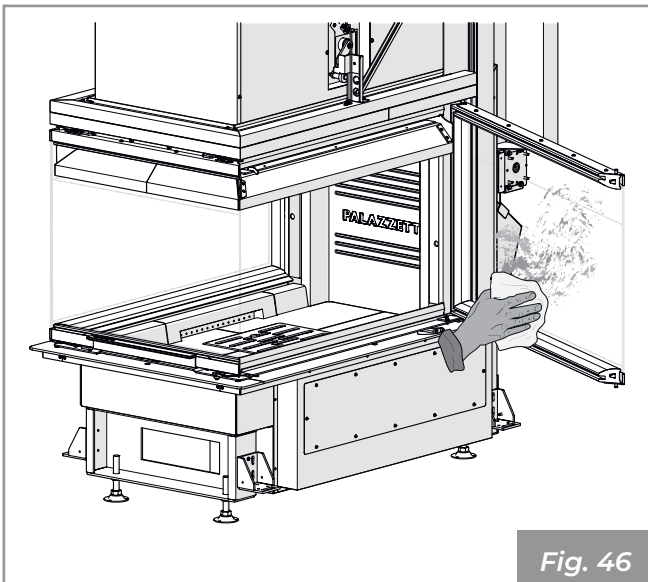

Fig. 46
- 3) Nettoyer la vitre à l'aide d'un chiffon humide ou avec du papier humidifié et passé dans de la cendre (Fig. 46).